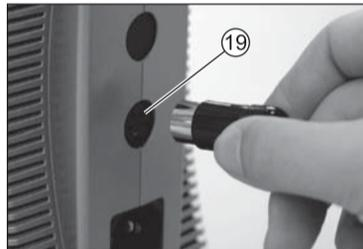

Fig. 5
Insira o controle por pedal ⑯ no Conector de Controle por Pedal ⑲ na parte posterior da unidade de controle. (Fig. 5)